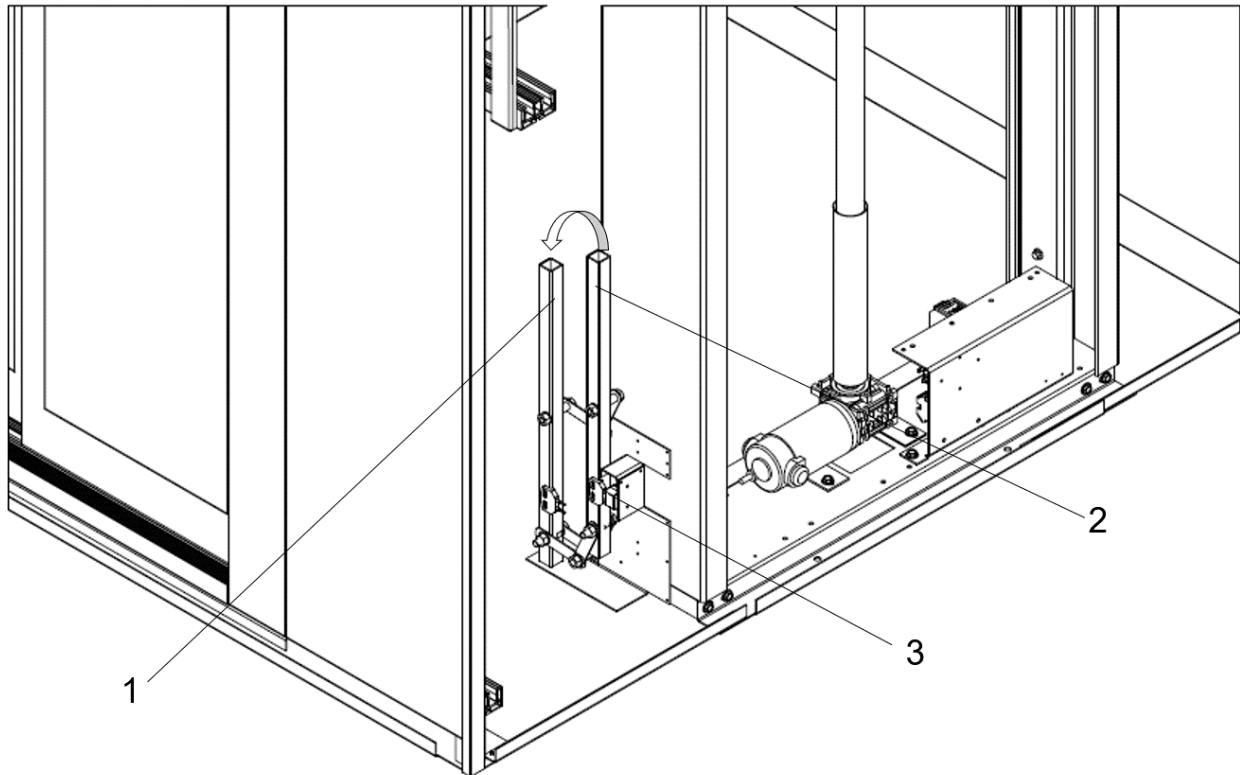

Fig. 2 Betjening af bundskaktstiveren
3. Udtræk bundskaktstiveren manuelt og sørg for, at den sidder i korrekt position (1), se Fig. 2. Når bundskaktstiveren er trukket ud, er døren ulåst, og sikkerhedskredsen (3) afbrudt.
Når arbejdet er afsluttet, skal skaktstiveren (2), se Fig. 2, trækkes ind, døren lukkes, og elevatorens sikkerhedssystem nulstilles. Se afsnit 5.1 Funktionerne Blokering og Nulstilling.